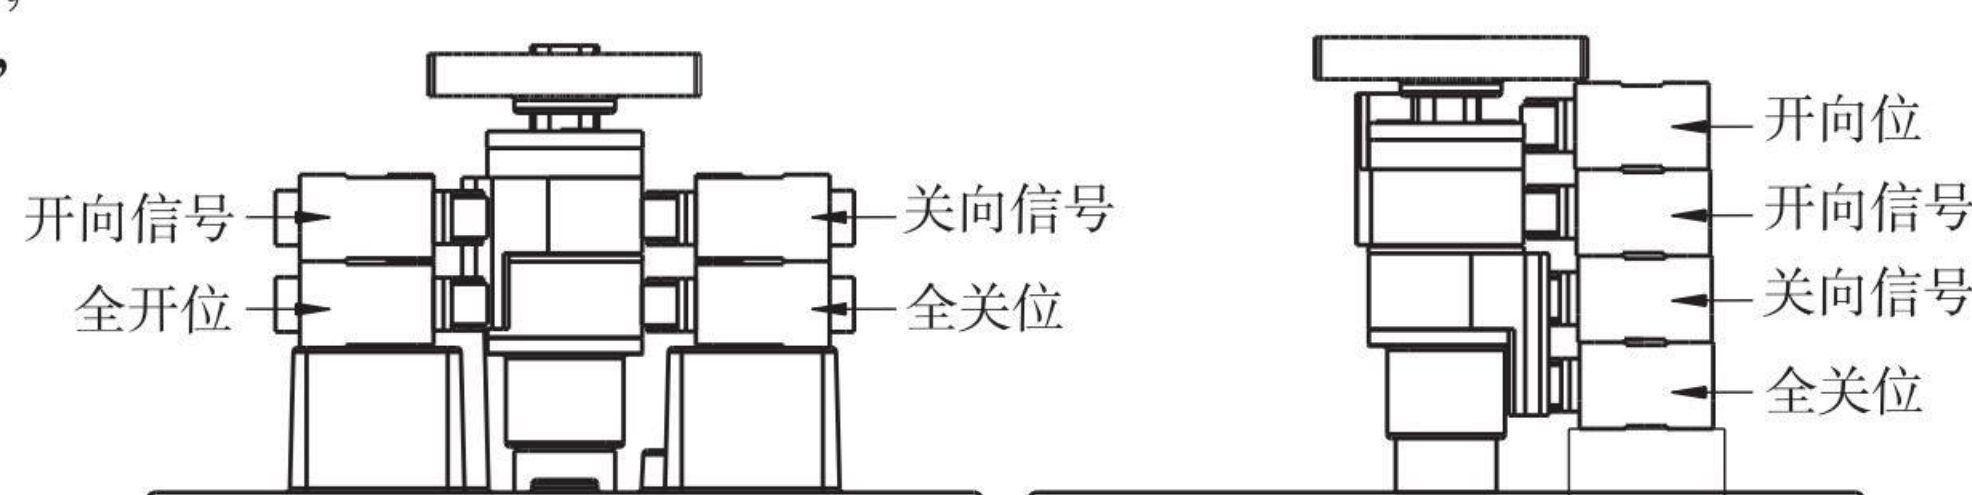

图5
**特别提示：**出厂产品调试时，‘开向信号’微动开关超前‘全开位’微动开关2°，‘关向信号’微动开关超前‘全关位’微动开关2°，实际使用时也可根据控制需要进行调整。‘开向信号’、‘关向信号’微动开关动作时输出无源触点信号，‘全开位’、‘全关位’微动开关动作时控制阀门的全开和全关位置。（图5）